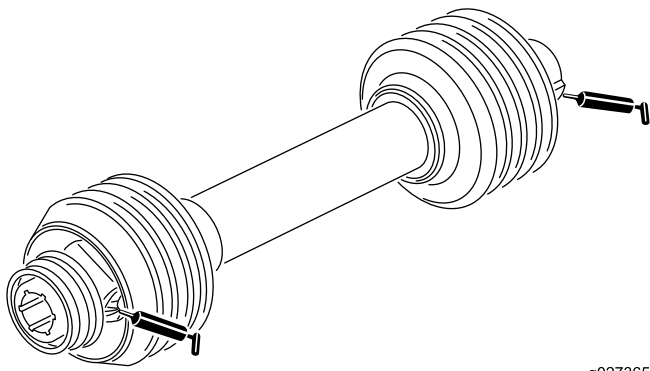

Figure 11
2. Graissez les graisseurs des paliers d'arbre de ventilateur comme montré à la Figure 11 avec de la graisse au lithium n° 2.
Graissez les 2 graisseurs de l'arbre d'entraînement comme montré à la Figure 11 avec de la graisse au lithium n° 2.